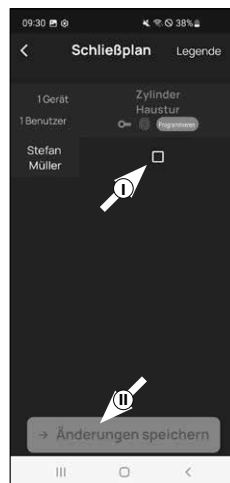

Fig. 2
- 4 Podrá ver una tabla consistente en cilindros utilizados (en horizontal) y en usuarios configurados (en vertical) (Fig. 2). Ponga una marca de confirmación en la cerradura que desee que el usuario esté autorizado a utilizar (I) (Fig. 2), y pulse el botón «Guardar cambios» (II) (Fig. 2).